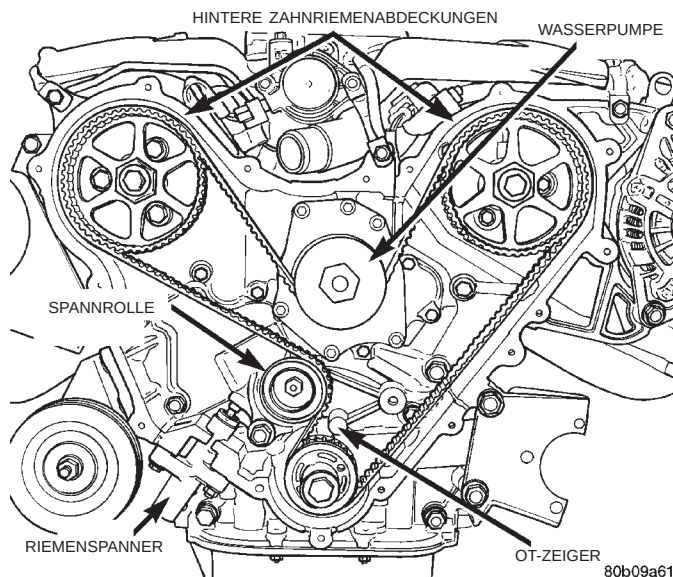

Abb. 48 Zahnriemen
(1) Kurbelwellenrad am OT-Zeiger auf dem Ölpumpengehäuse ausrichten (Abb. 48).